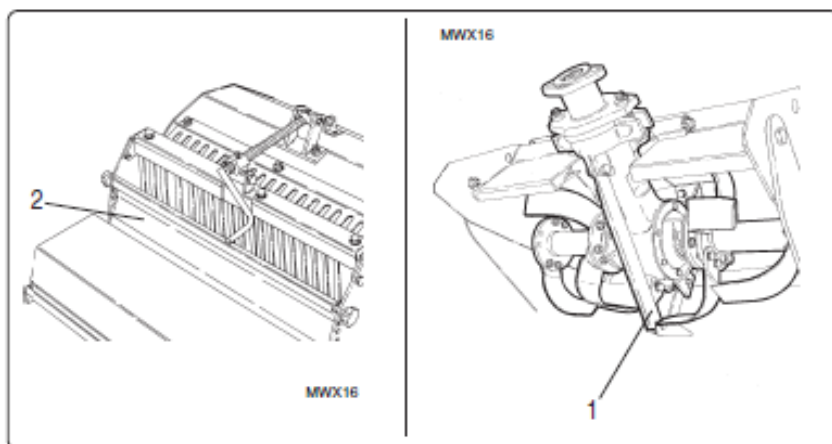

fig. 4.11.1
1. Fjern kniv "1" (fig. 4.11.1) for at undgå, at den fugtige jord, især ler, klæber sig til knivene og danner en stor fast legeme som kan forhindre knivene i at bevæge sig fremad og/eller danner huller eller fordybninger i det bearbejdede jord.